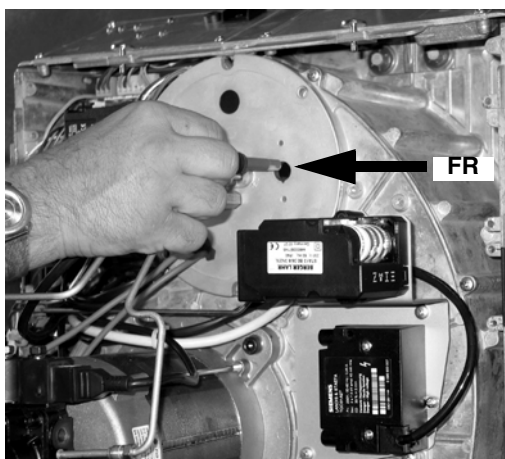

Fig. 24
- Sacar la fotorresistencia FR de su alojamiento (Fig. 24).